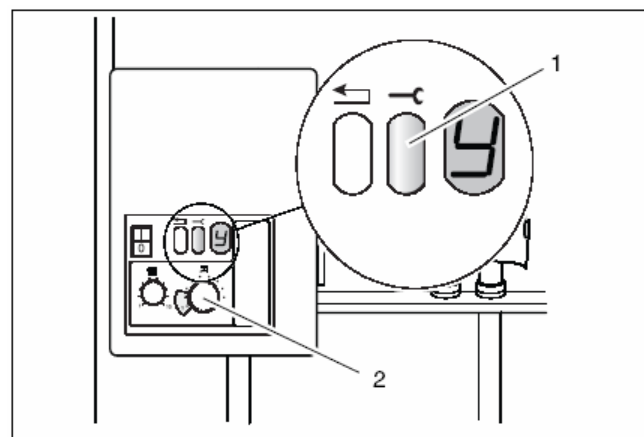

Рис. 27 Служебная клавиша, регулятор температуры горячего водоснабжения
- После того, как через 30 с горелка включится в работу, нажимать служебную клавишу (рис. 27, поз. 1), пока на дисплее не появится "Y".
- Установить регулятор температуры горячего водоснабжения (рис. 27, поз. 2) на „1“.
- Регулятор температуры горячего водоснабжения (рис. 27, поз. 2) снова установить на первоначальное значение.
- Нажимать служебную клавишу (рис. 27, поз. 1), пока на дисплее не покажется "Y".
- После зажигания горелки нажимать служебную клавишу (рис. 27), пока на дисплее не появится "Y".